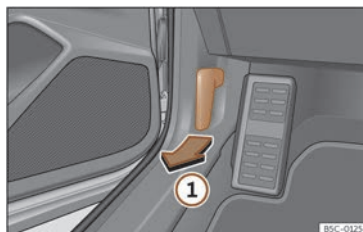

Fig. 213 Levier de déverrouillage sur le plancher, côté conducteur.
- Ouvrez la portière et tirez sur le levier situé sous le tableau de bord >>> **fig. 213** ①.